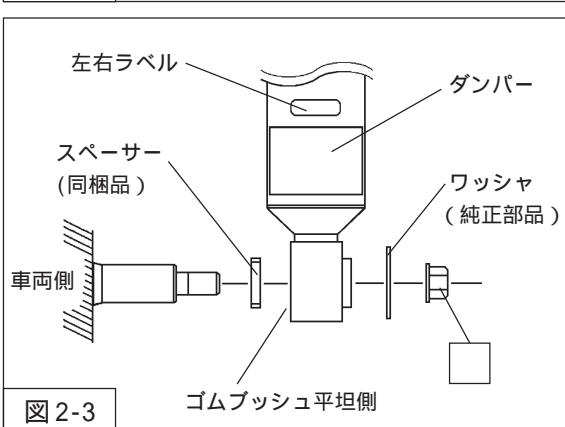
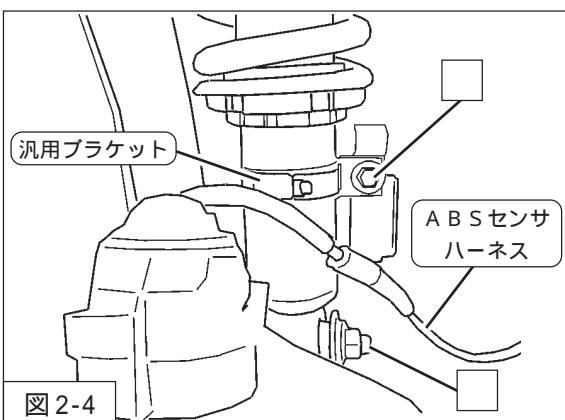

図2-3
図2-4
3. ダンパーロア取付け部の車両側のシャフトにスペーサー(同梱品)を取付けてください。(図2-3)
A B Sセンサハーネス取付ボルトを取付けてください。(図2-3・図2-4)